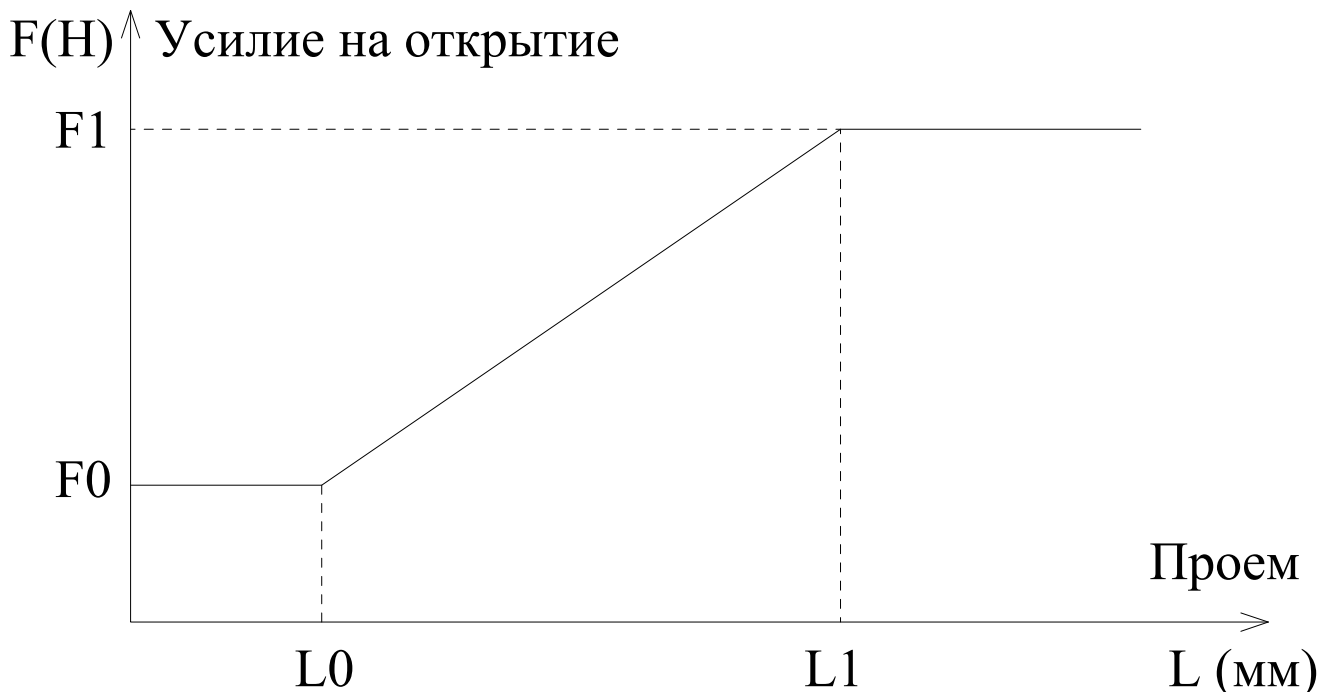

Рис. 7. Зависимость усилия на открытия от величины проема при автоматической установке сил после измерения проема ($F=f(L)$).
3.6.9.1. В параметрах **ТР.40 - ТР.44** – находятся параметры установки сил на открытие в зависимости от величины проема. Характеристика $F=f(L)$ зависимости общего усилия на открытие F_{allo} от величины проема L при автоматической установке сил после измерения проема показана на **рис.7**.